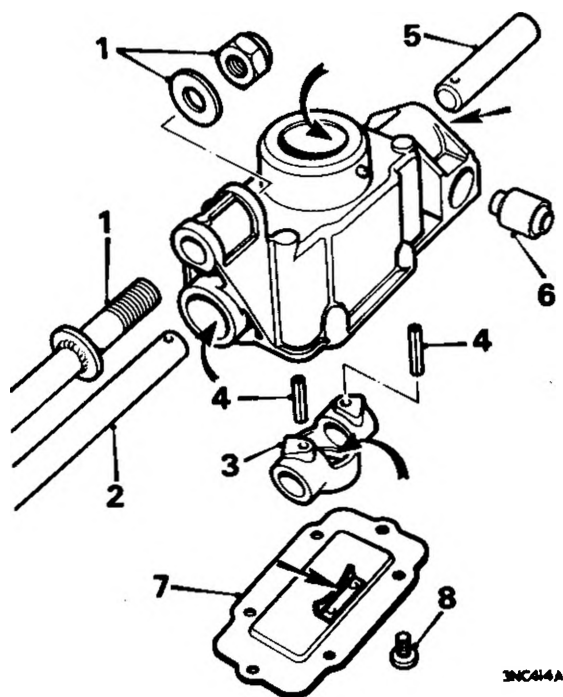

Fig. F.11
13. Spalmare con un pennello 14 gr di grasso Duckhams Laminoid "O" sui seguenti particolari (contrassegnati da frecce nella Figura F.11) durante la ricomposizione del complessivo:-